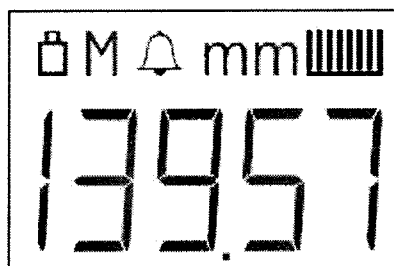

Рисунок 6 – Индикация стабильности измерений толщины
4) Установить ПЭП на меру толщины «10 мм», хорошо притерев и прижав контактную поверхность ПЭП к поверхности меры. При этом на дисплее толщиномера должно высвечиваться некоторое значение толщины и индикатор стабильности измерений толщины должен отображать почти все свои риски (Рисунок 6).